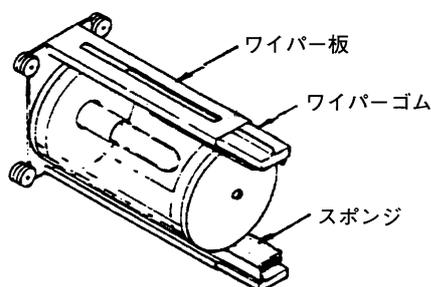

図4-24
- (3) 図4-24のようにワイパーゴムをラジオペンチ等ではさみ, 内側に少し引き, 下に引っ張り取りはずして下さい。